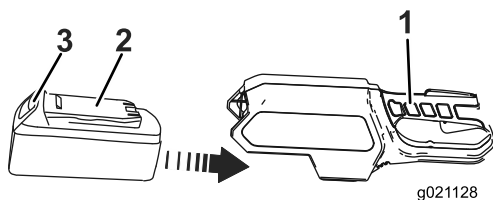

Bild 7
1. Fluchten Sie die Nase des Batteriepacks mit dem Hohlraum im Griffgehäuse aus (Bild 7).
2. Fassen Sie den Abzugsgriff an (Bild 7).